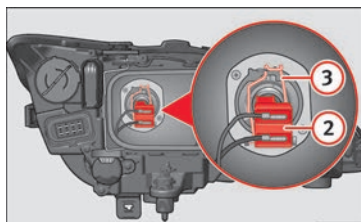

Fig. 103 Anabbagliante.
- Estrarre il connettore »» fig. 103 ② della lampada.
- Sganciare la molla di ritegno »» fig. 103 ③ premendo verso l'interno e a destra.